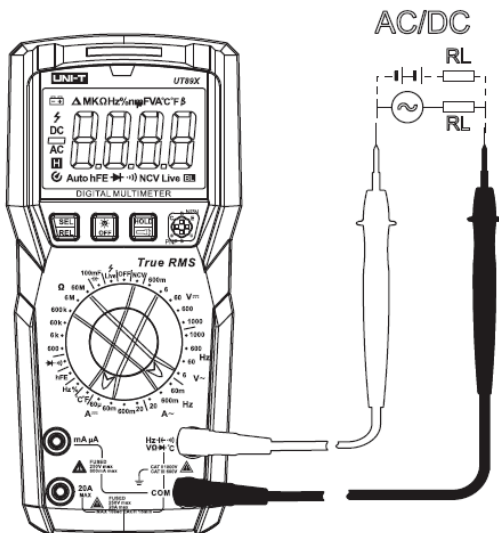

Рисунок 8
9.6 Измерение постоянного и переменного тока (Рисунок 8).